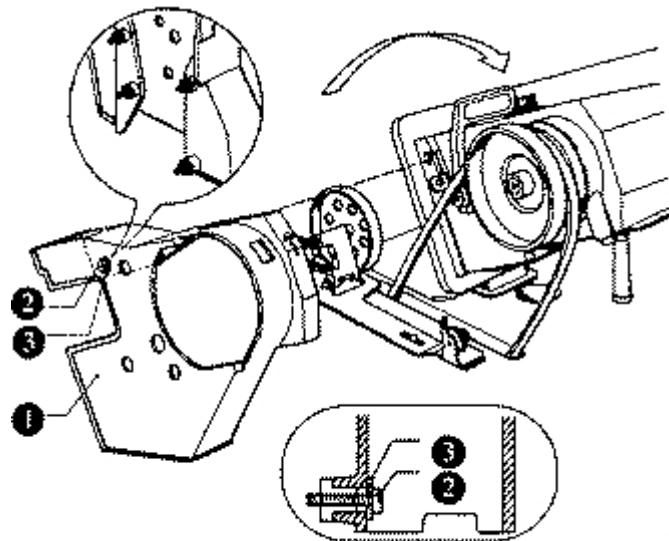

рис.12
7. Установка кожуха клиноремённой передачи. (Рис. 12, 13, 14, 15)